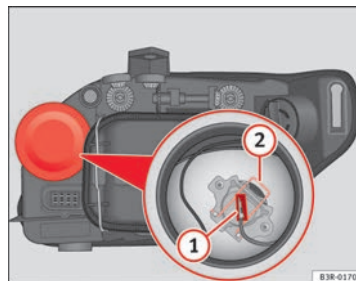

Fig. 206 Luz de carretera
- Extraiga el conector → fig. 206 (1) de la lámpara.
- Presione el resorte → fig. 206 (2) hacia dentro y hacia la derecha.